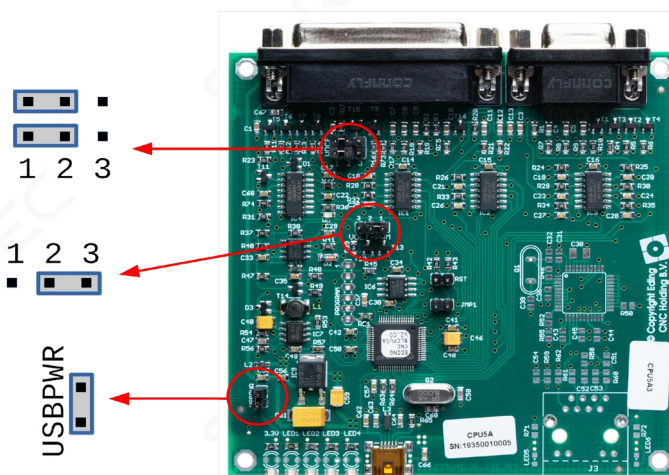

Bild 9: Jumper-Setting Eding V5A
- Die Jumper auf der V5A-Platine müssen gesetzt werden, wie in Bild 9 gezeigt.